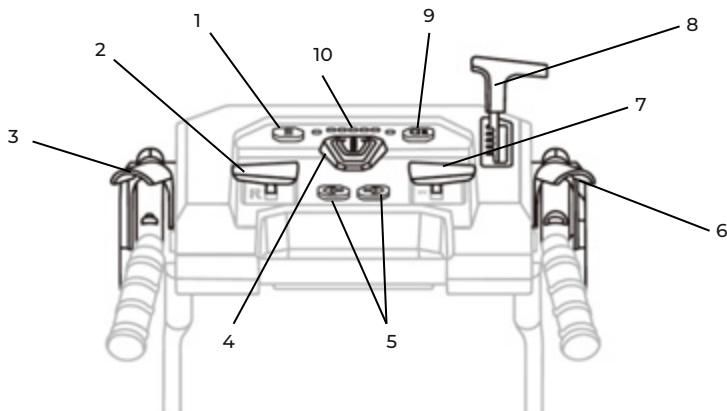

Рис. 2
1. Ослабьте и снимите болты и гайки-барашки, с нижней части рукоятки (рис. 2а).
2. Установите верхнюю рукоятку на нижнюю, совместите отверстия, затем закрепите с помощью болтов и гаек барашков. (рис. 2б)
3. В верхней части рукоятки предусмотрены три отверстия, для регулировки высоты рукоятки, под рост конкретного оператора можно установить комфортное положение рукоятки. (рис. 2в)
1. Ослабьте и снимите болты и гайки-барашки, с верхней части рукоятки (рис. 2в).
2. Ослабьте и снимите, нижние болты и гайки-барашки. Отрегулируйте верхнюю часть рукоятки под рост оператора, в одном из трёх отверстий, установите и затяните верхние болты барашки затем нижние болты барашки. (рис. 2г)
Рис. 2а
Рис. 2б
Рис. 2в
Рис. 2г